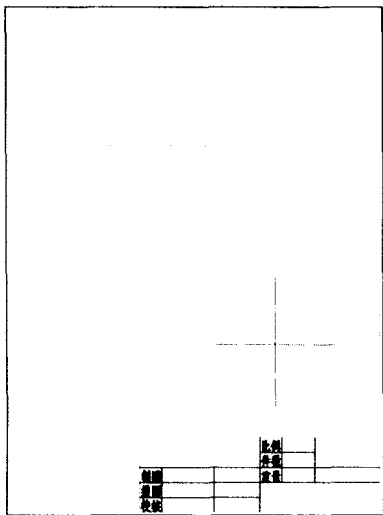

图 2-2
Step 2 图形布局。选择中心线图层 (05 层), 单击  按钮, 在图框中作中心线, 如图 2-2 所示。